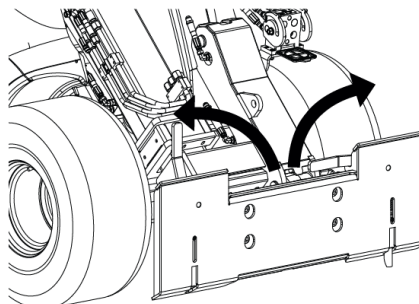

Bild 1: Låsstift
- a) Dra manöverspaken uppåt för att flytta låsstiften till olåst läge, som visas på bild 1.